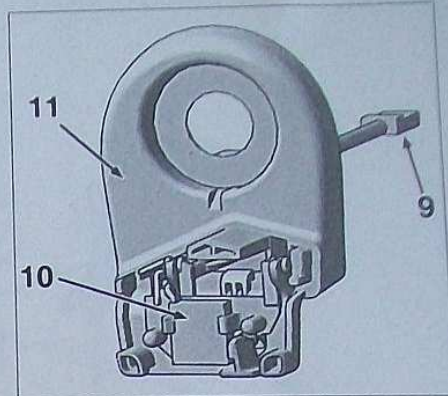

FIG. 88
Débrancher le connecteur (9) (commande d'ouverture électrique (10) (Fig.88)).